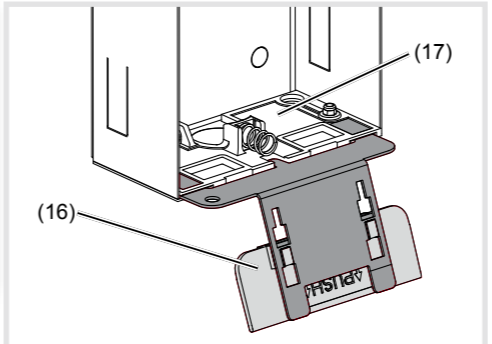

Bild 5: eingestecktes Öffnungswerkzeug
- Öffnungswerkzeug (16) in die Aufnahme des unteren Befestigungselementes (17) am Gehäuse stecken (Bild 5).
(16) Öffnungswerkzeug
(17) Befestigungselement
- Die Schlaufen des Sicherungsseils (17) am linken oberen Einhängen der Türstation und am oberen Befestigungselement (16) im Gehäuse einhängen. Die Türstation zur Installation auf das Öffnungswerkzeug stellen (Bild 5).